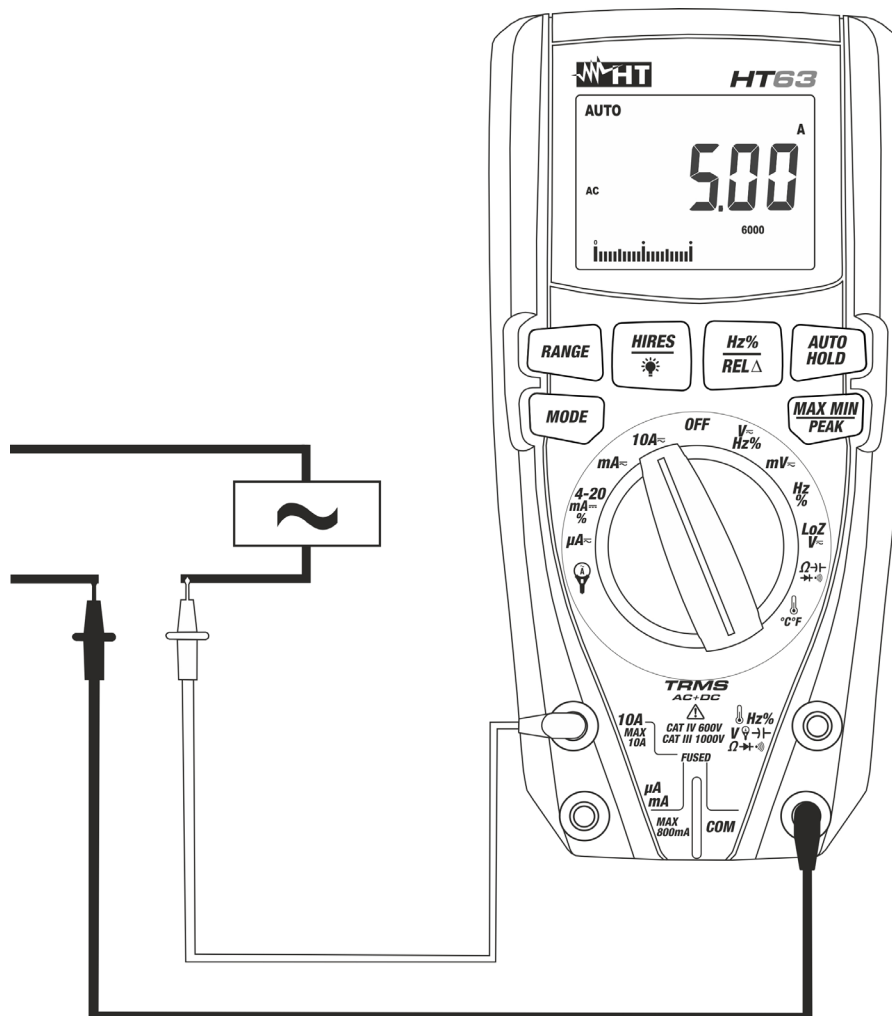

Fig. 11: Uso do instrumento para a medição de Correntes CA
5. Ligar a ponteira vermelha e a ponteira preta em série com o circuito do qual se pretende medir a corrente (ver Fig. 11).